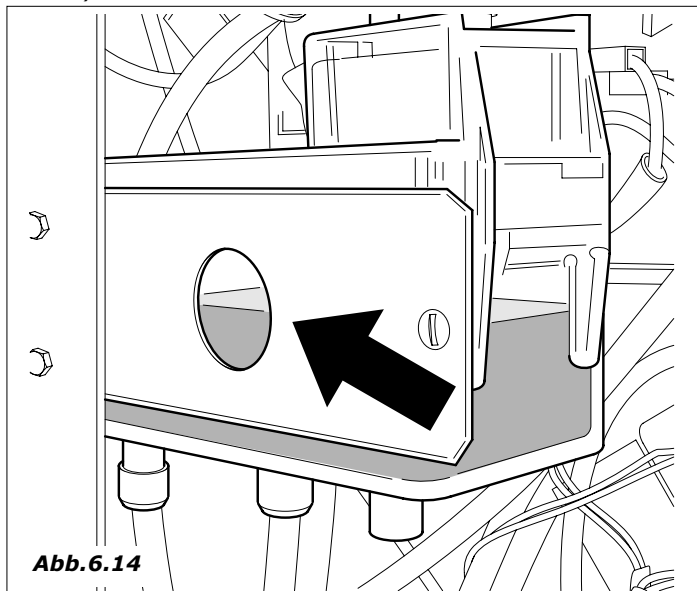

Abb. 6.14
- Wenn, mit Hilfe des Kontrollfensters, überprüft wird, ob sich Wasser in der Wanne befindet (Abb. 6.14), schaltet sich der Becherstapler ein und füllt diese und die Kaffee-Einheit führt einen Probendurchlauf durch.